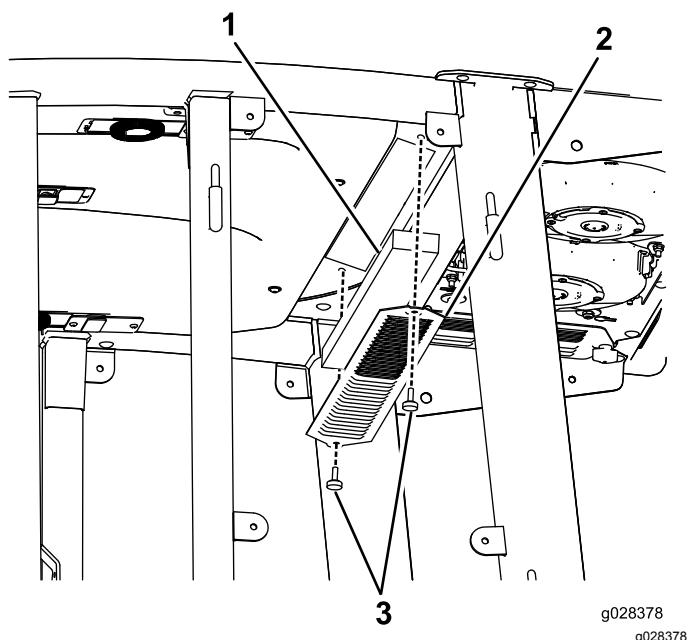
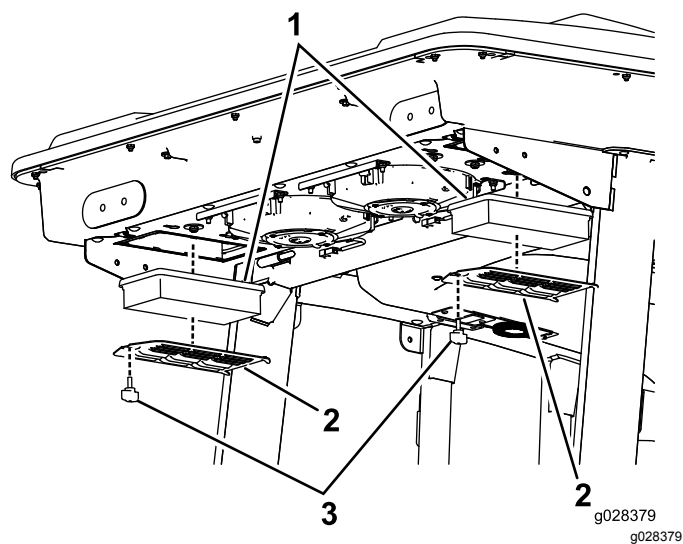
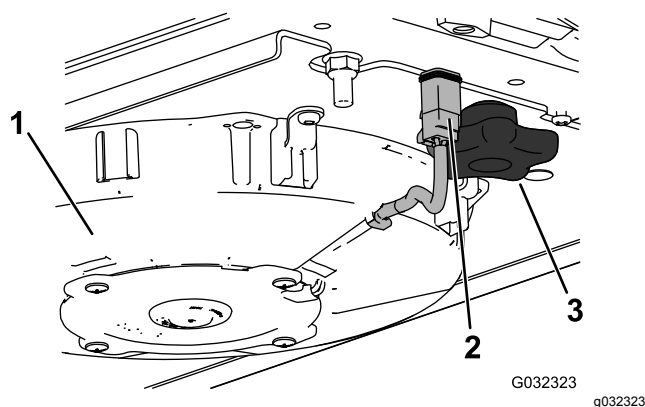
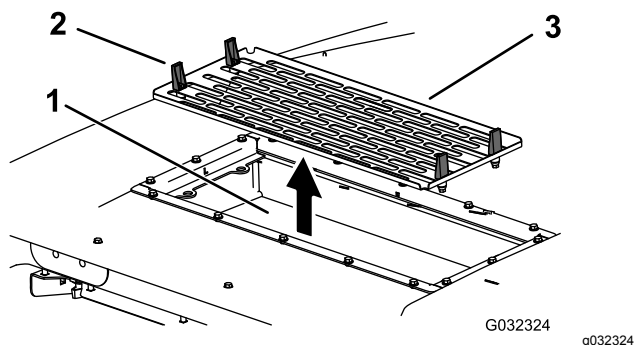

図 145
図 146
図 148
図 149
1. 室内用と後部用のエアフィルタからねじを外して格子を外す 図 145 と 図 146。
4. エアフィルタを取り外す 図 146 を参照。
6. エアフィルタ、スクリーン、ファンアセンブリを取り付ける 図 146、図 148、図 149。
7. 各ファンの配線を元通りに接続する 図 148。